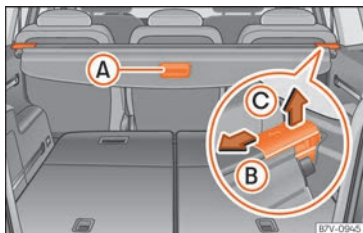

Fig. 141 En el maletero: bandeja del maletero.
- Tire del asidero de la bandeja » » » fig. 141 (A) un poco hacia atrás.
- Desbloquee la bandeja en la dirección de la flecha » » » fig. 141 (B).
- Presione la bandeja en el sentido que indica la flecha »» fig. 141 (B).
- Desbloquee la bandeja en el sentido de la flecha »» fig. 141 (B) y levántela en el sentido de la flecha (C).